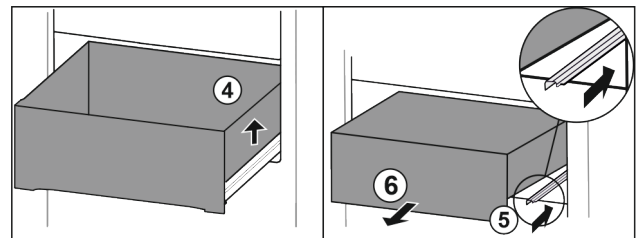

Fig. 89
- ▶ Підняти висувний ящик праворуч. Fig. 89 (4)
- ▶ Вставити праву рейку. Fig. 89 (5)
- ▶ Вийняти висувний ящик рухом вперед. Fig. 89 (6)